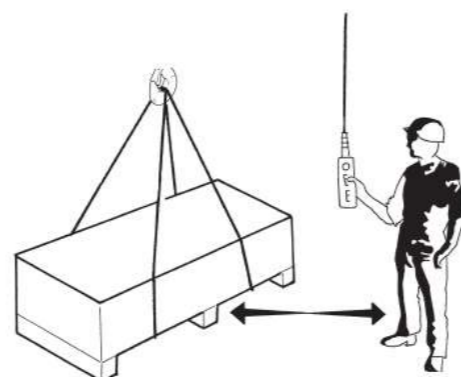

fig.66
- ▶ **SEMPRE** operare al di fuori del raggio di manovra del carico sollevato (fig.66).